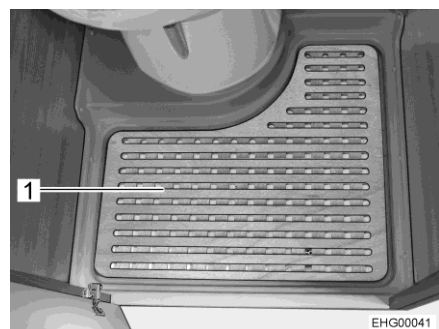

Fig. 68 Plancher amovible
- Retirer le plancher amovible (Fig. 68,1) pour se doucher.